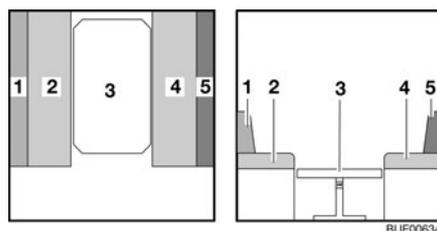

Fig. 126 Durante la transformación
- Tirar de los cojines del asiento (Fig. 126,2 y 4) hacia el centro.
- Colocar los cojines del respaldo (Fig. 126,1 y 5) entre los cojines del asiento y la pared exterior.